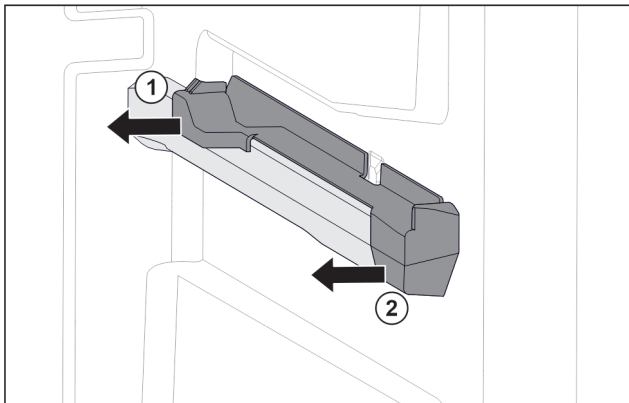

Fig. 65 右侧容器肋梁上的插装件
- ▶ 将插装件后部拉到一侧。 Fig. 65 (1)
- ▶ 将插装件前部拉到一侧。 Fig. 65 (2)